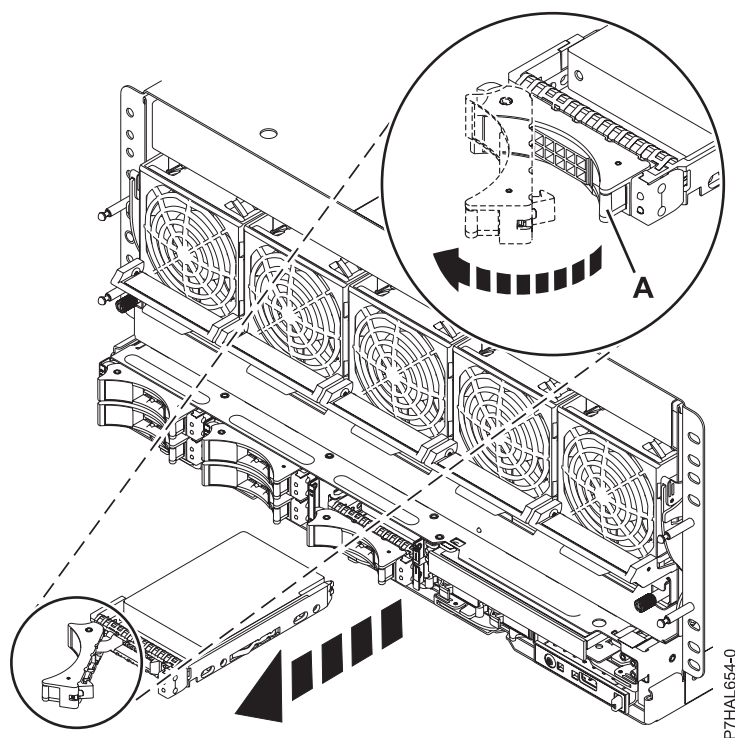

Figura 33. Extracció d'una unitat de disc del sistema
1. Desbloqueu la nansa de la unitat fent pressió i estirant-la cap a vosaltres, tal com es mostra a la Figura 33 a la pàgina 51. Si la nansa no ha sortit del tot, la unitat de disc o unitat d'estat sòlid no podrà lliscar fora del sistema o de la unitat d'expansió.